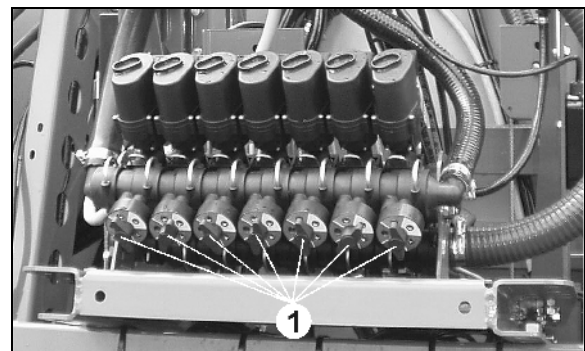
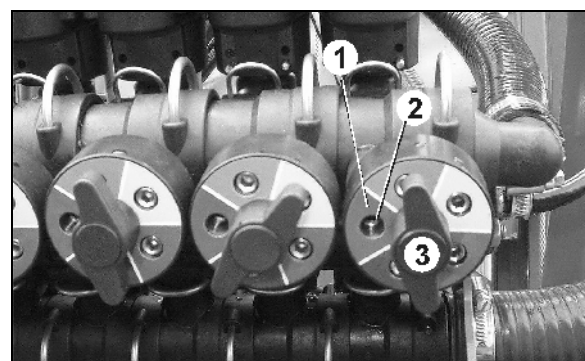

Fig. 3
Fig. 4
7. Die farbig markierten Felder der Gleichdruck-Vorwählscheiben (Fig. 3/1) entsprechen der Farbe der jeweiligen Spritzdüse. Das Farbfeld der ausgewählten Spritzdüse muss nach links zeigen (Fig. 4/1).
8. Gleichdruckarmatur über die Madenschrauben (Fig. 4/2) voreinstellen.
- o Die Madenschraube (Fig. 4/2) der diesem Teilbreitenventil zugeordneten Gleichdruckeinrichtung solange verdrehen, bis die Spritzdruckanzeige wieder exakt den Spritzdruck von 4 bar anzeigt. Anschließend diese Teilbreite öffnen.
10. Nach der Voreinstellung des Gleichdrucks für die jeweilige Düse, kann der Gleichdruck nach einem Düsenwechsel durch Verdrehen der Gleichdruck-Vorwählscheibe auf die zugeordnete Düsenfarbe wiederhergestellt werden. Hierzu Flügelmutter (Fig. 4/3) lösen – Gleichdruck-Vorwählscheibe vorziehen und verdrehen - Flügelmutter anziehen.